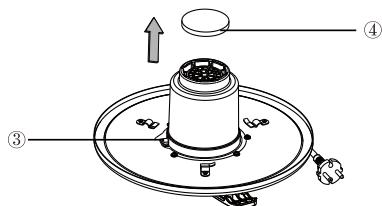

Fig. 12
VIKTIGT: Om det inte finns någon filterpatron för fint askstoft monterad på drivenheten, kan asksugaren inte startas. Apparaten levereras med en brytare (③) som bara tillåter att apparaten går att använda när den trycks in och när en filterpatron sitter i (Fig. 12).
2. Rengöra skumfiltret: Ta bort skumfiltret (④) och använd en mild diskmedel-/vattenlösning för att tvätta, och skölj med rent vatten. Låt filtret lufttorka innan du sätter tillbaka det och använder igen (Fig. 12).